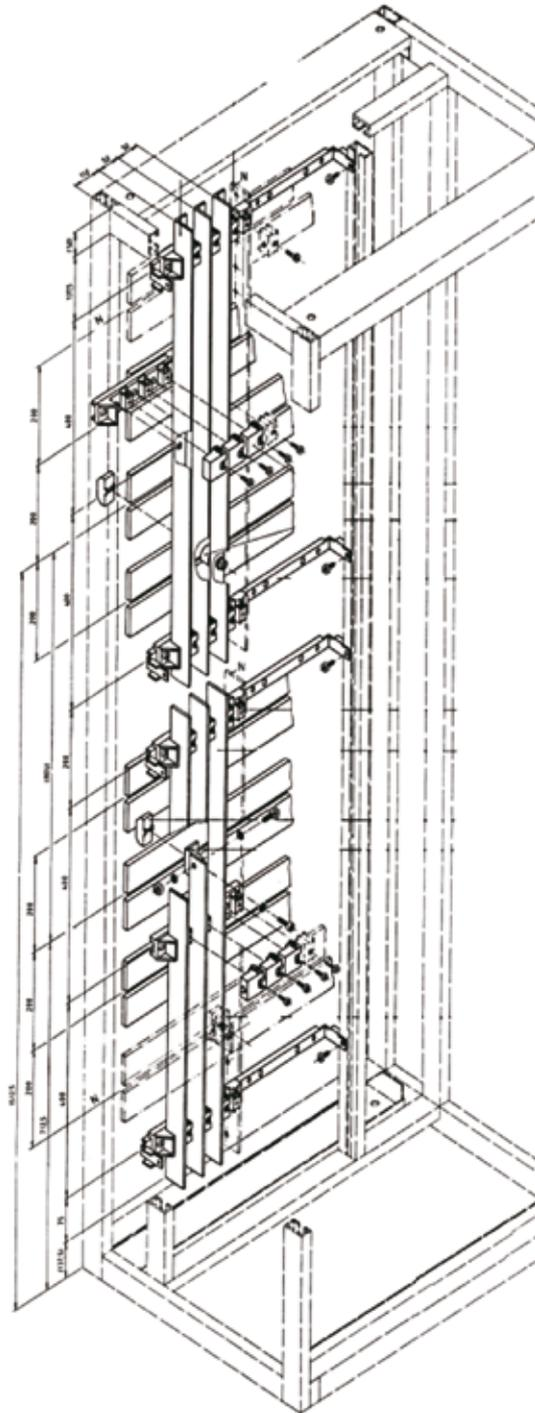
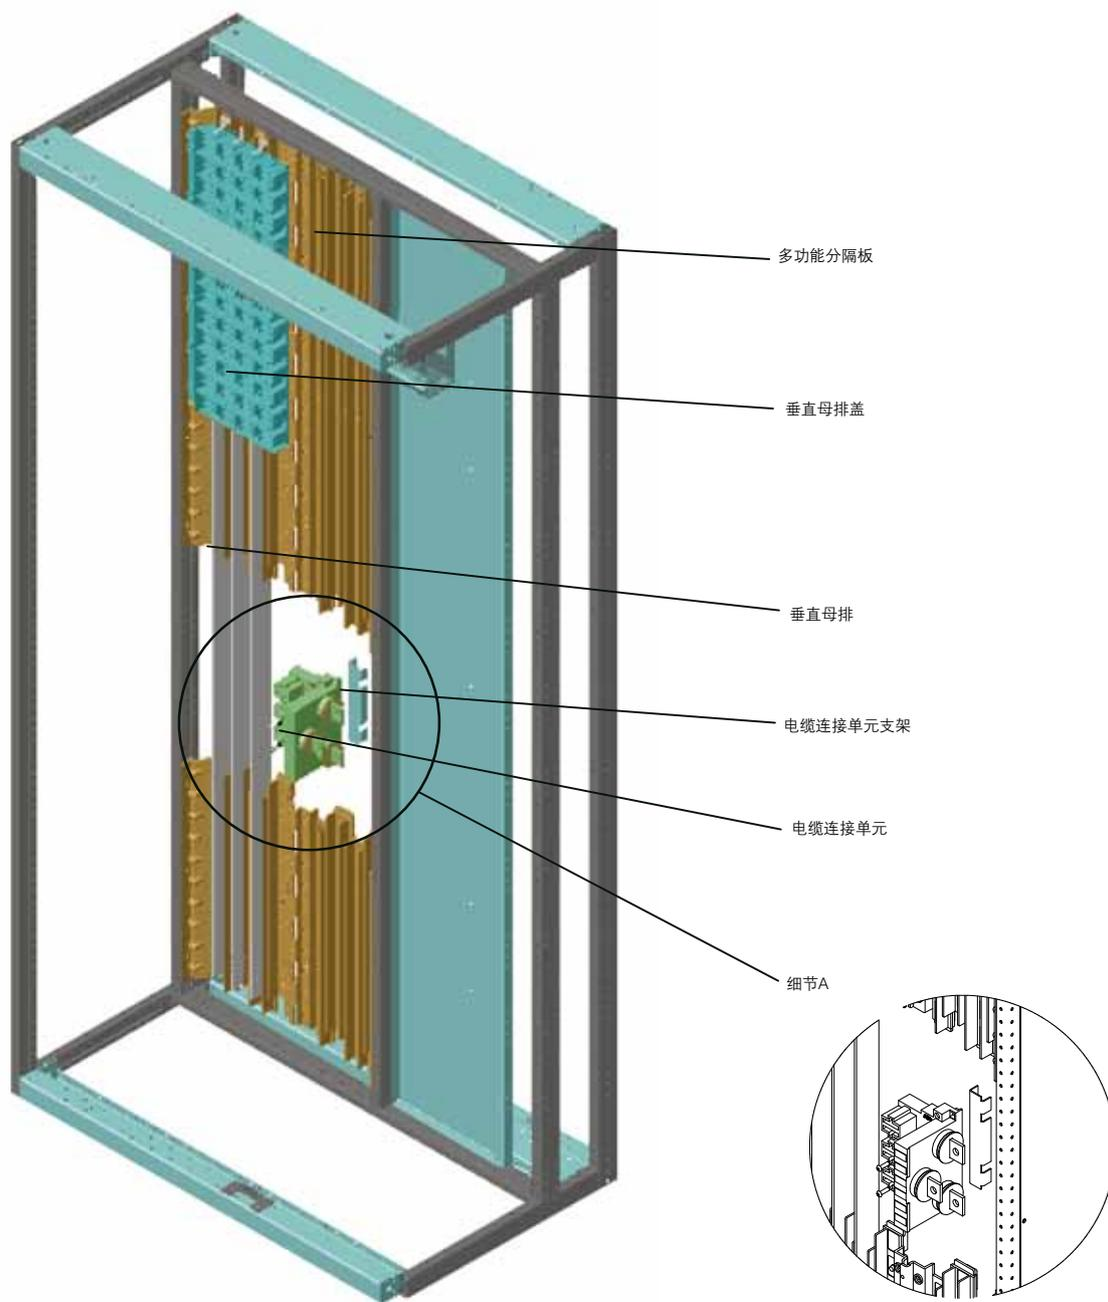
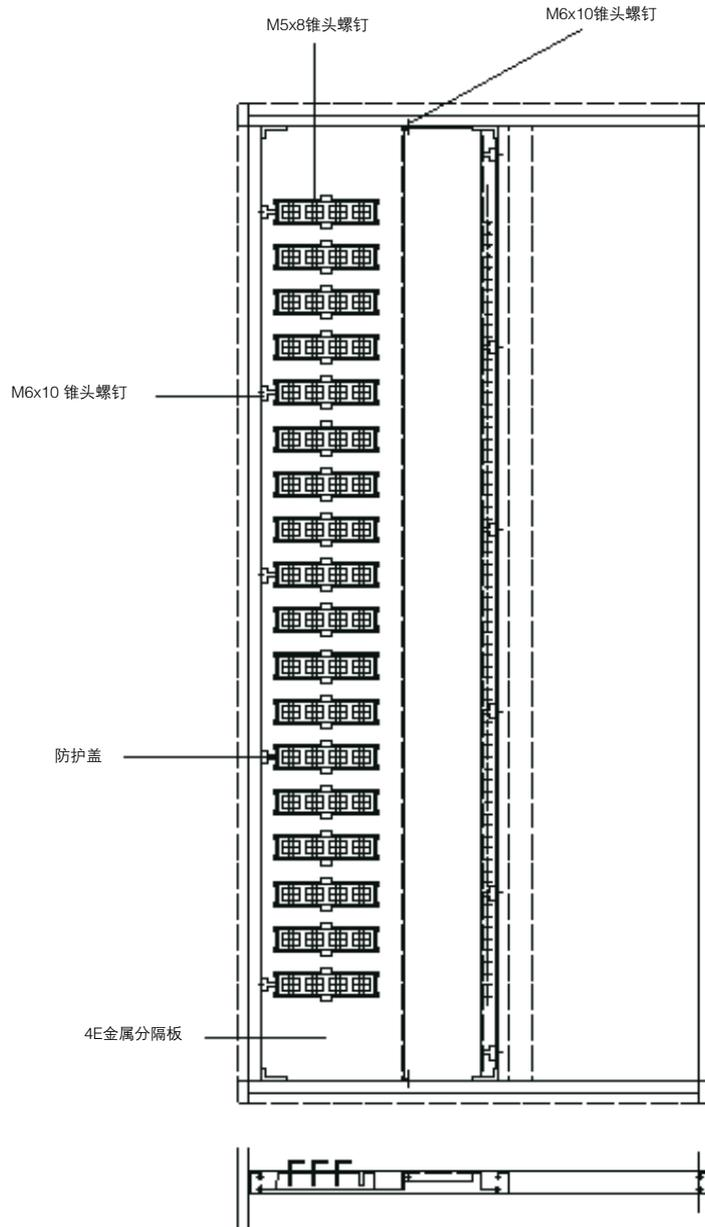

图. 5
图. 6
图. 7
- 配电母线 (见图.5, 6和 7)
- 在固定式、插入式、可拆卸式和轨道式模块设计中，垂直母排分布在母线小室内 (见图.5)。对于插入式、可拆卸式和轨道式模块，可以使用金属分隔板 (见图.7) 取代多功能板 (见图.6)。如果使用金属分隔板，可触及的部分配电母线侧需要用保护盖板挡住 (防护等级IP20)。